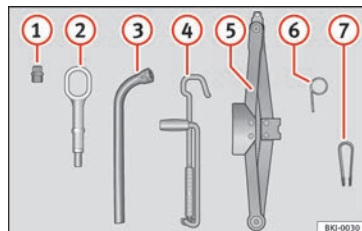
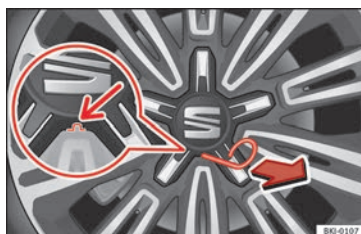

Fig. 76 Nel bagagliaio, sotto la copertura del piano di carico: attrezzi di bordo.
Fig. 78 Smontare il copricerchio centrale.
- Agganciare il gancio in metallo (attrezzi di bordo » **fig. 76** ⑥) in una delle scanalature del copricerchio centrale.
- Agganciare il gancio in metallo (attrezzi di bordo » **fig. 76** ⑥) nell'apposito alloggiamento » **fig. 78**.
- Tirarlo per smontare il copricerchio » **fig. 78**.